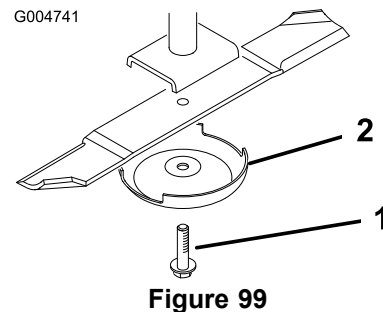

Figure 99
4. Tenez la lame par son extrémité avec un chiffon ou un gant épais et enlevez le boulon de protection et la lame de l'axe de pivot (Figure 99).